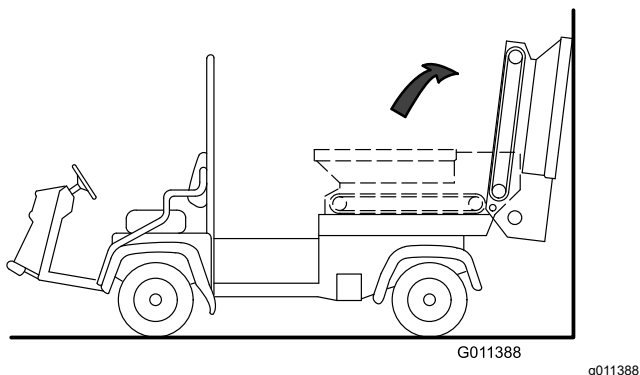

Figura 32
3. Gire la tolva hacia atrás y apóyela contra una pared, un poste, una escalera, etc. (Figura 32).
Asegúrese de que la tolva está inclinada más allá de la vertical y/o sujeta a la pared o a un poste, para evitar que se caiga accidentalmente sobre la zona de trabajo (Figura 32).
- Gire con cuidado la tolva hacia abajo sobre los travesaños del bastidor deslizante; consulte la Figura 32 de Desmontaje de la plataforma deslizante (página 24).